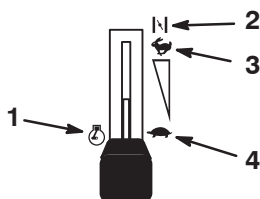

Figure 6
3. Placez la manette d'accélérateur en position Starter pour démarrer à froid (Fig. 6).
5. Lorsque le moteur a démarré, amenez progressivement la manette d'accélérateur en position de Régime maximum (Fig. 6). Si le moteur cale ou hésite, ramenez la manette d'accélérateur en position de Starter pendant quelques secondes. Réglez ensuite la manette d'accélérateur à la position voulue. Répétez l'opération si nécessaire.
1. Placez la manette d'accélérateur en position de Régime maximum (Fig. 6).